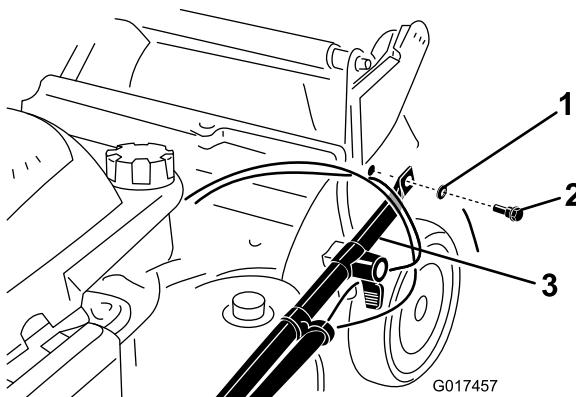

Figura 4
2. Fije los extremos del manillar al alojamiento de la máquina con 2 arandelas y 2 pernos de manillar (Figura 4), pero no apriete los pernos del manillar.
- Importante:** Coloque los cables en el exterior del manillar (Figura 4).